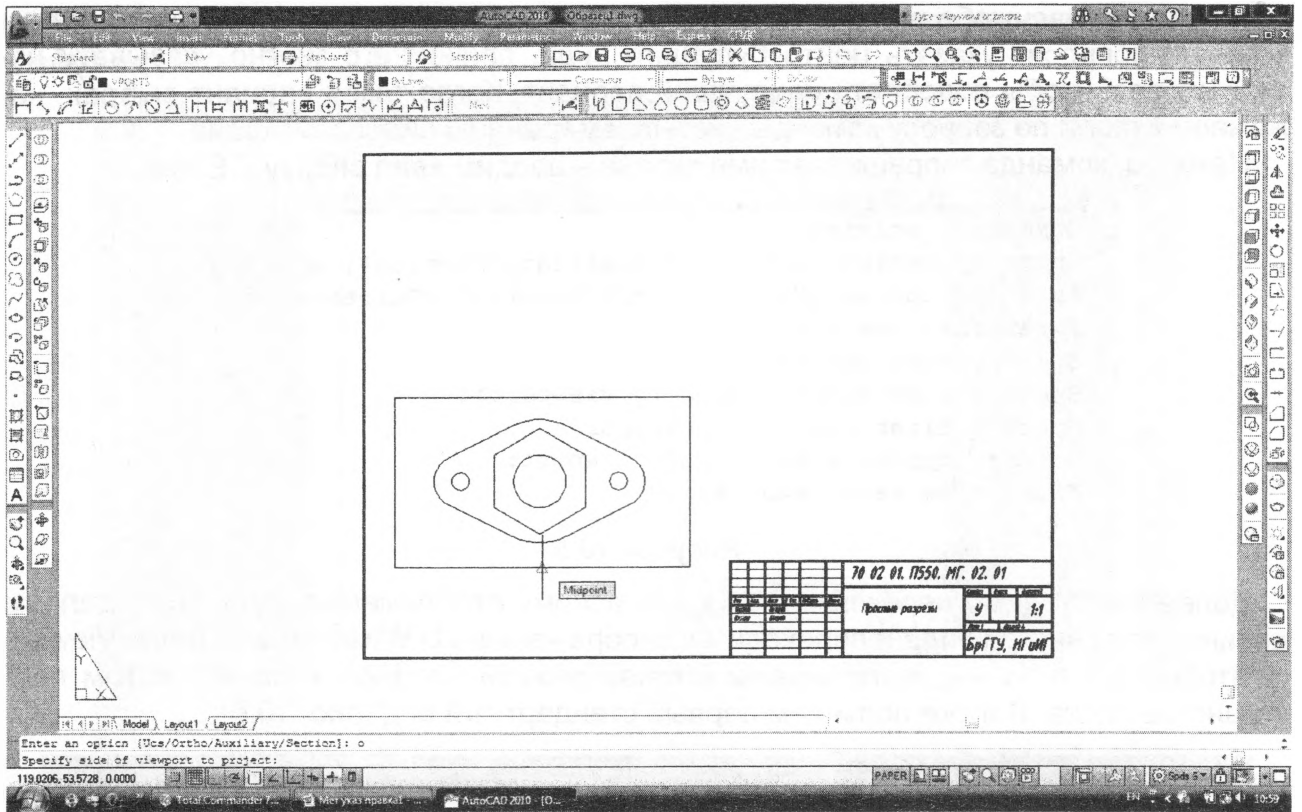

Рисунок 10.7
10.8. Создаем аналогично следующий вид – вид спереди. Теперь вместо опции **UCS** выбираем опцию **Ortho** – она строит ортогональные виды на базе уже созданных экранов. После этого команда запросит сторону проекции. Фронтальный вид получается из вида сверху при проецировании «снизу вверх» (по чертежу). Поэтому указываем нижнюю сторону вида сверху (рис. 10.7):